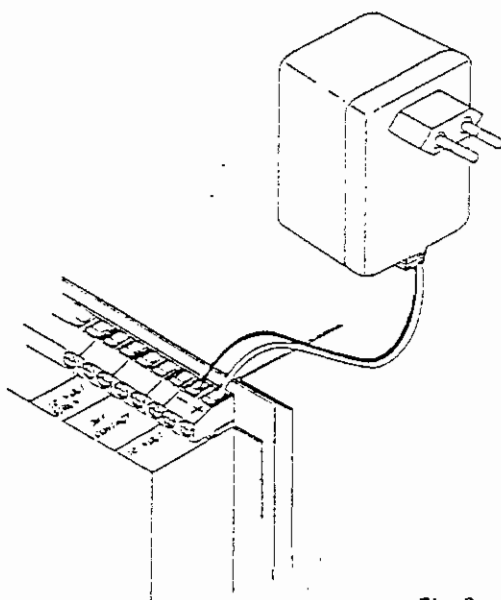

Fig. 3
4. Strømforsyning - (se fig. 3)